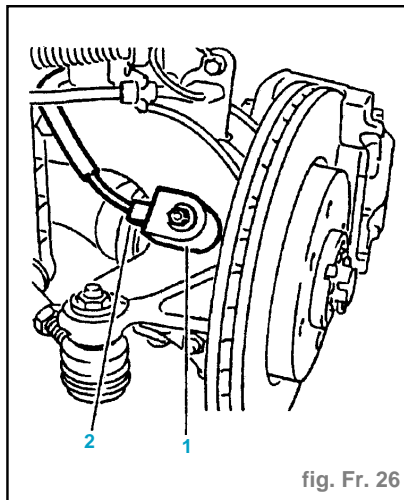

fig. Fr. 26
- Déposer (fig. Fr. 26) :
- le protecteur (1),
- le capteur (2).
- Desserrer la vis (1) (fig. Fr. 26).
- Déposer le capteur (2).